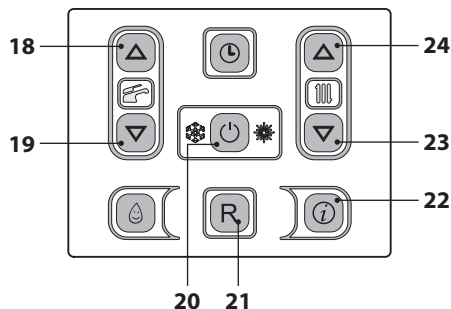
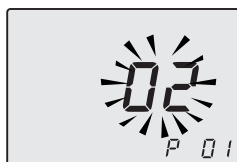

Figura 5.37
Figura 5.38
- Entrare in "modalità programmazione" premendo contemporaneamente per 10 secondi i tasti 20 - 23 - 24 (Figura 5.37) fino a far apparire sul display LCD le lettere **P01** e il valore del parametro, indicanti l'entrata nel "parametro 01" (Figura 5.38).
- Premendo il tasto 20 (Figura 5.37) si ottiene la conferma del valore inserito.
Comunque se la temperatura ambiente non dovesse essere confortevole si può aumentare o diminuire la temperatura di mandata dell'impianto riscaldamento di $\pm 15^\circ\text{C}$ agendo sui tasti 23 (diminuzione) e 24 (aumento) (Figura 5.37).